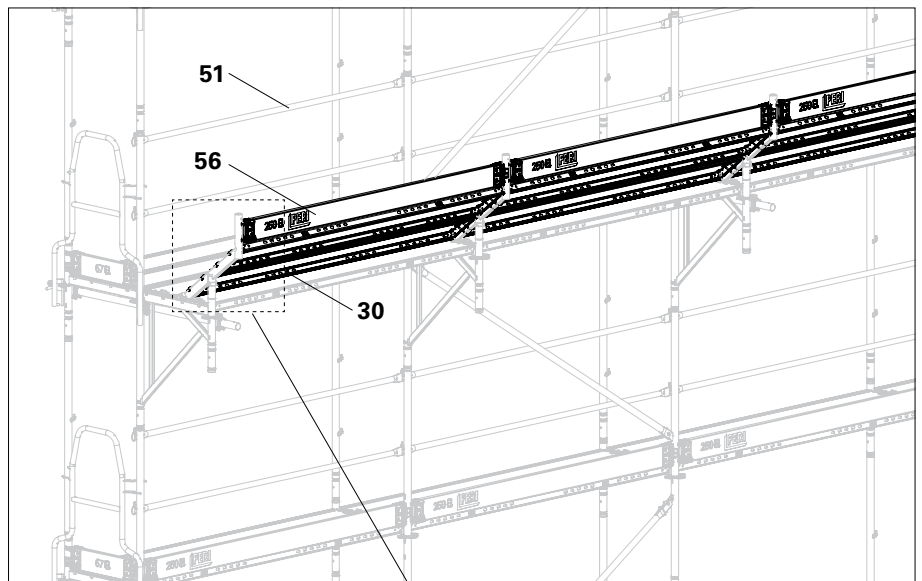

Abb. D3.03
- Schutzdach ist montiert. (Abb. D3.03)